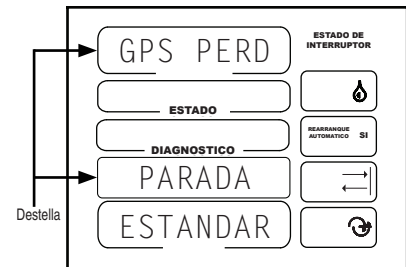

Figura 65-1
1. GPS PERDIDA PARADA debe estar destellando. Vea la Figura 65-1.